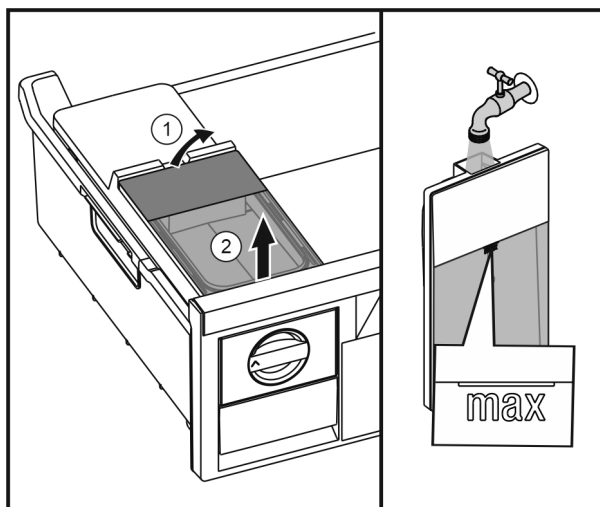

Fig. 28
- ▶ Podnieść zbiornik wody od tyłu Fig. 28 (1) i wyjąć go do góry Fig. 28 (2).